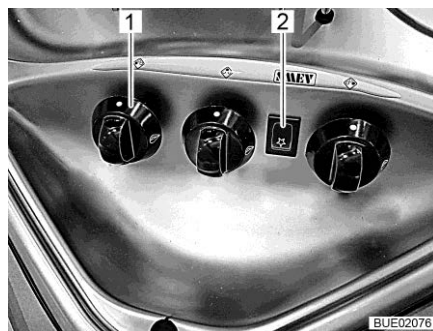

Fig. 231 Boutons de commande pour le réchaud à gaz
- Tourner le bouton tournant (Fig. 231,1) du brûleur désiré en position d'allumage (grande flamme).
- Appuyer sur le bouton d'allumage (Fig. 231,2). Le brûleur produit des étincelles.